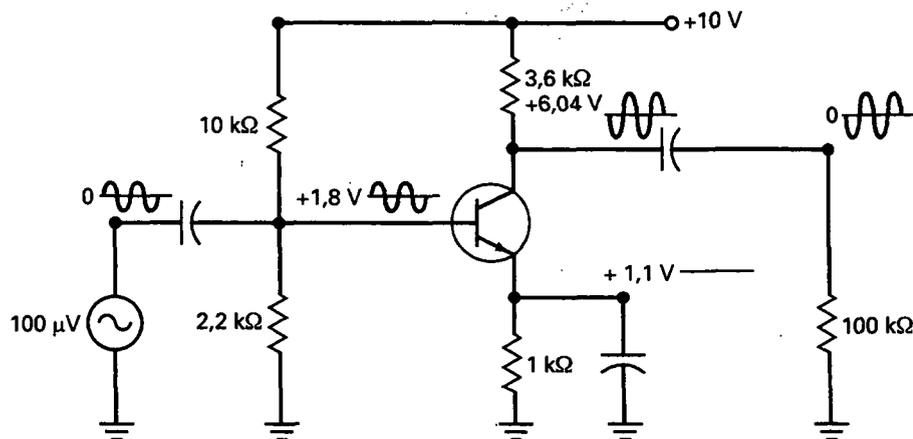

Figura 9-7. Amplificador PDT y formas de onda.
La Figura 9-7 muestra un *amplificador con polarización por divisor de tensión* (PDT). Para calcular las tensiones y corrientes continuas se abren mentalmente todos los condensadores. Después, el circuito del transistor se simplifica al circuito PDT analizado en el Capítulo 8. Los valores de continua para este circuito son:
En la Figura 9-7, la tensión de la fuente de señal es $100 \mu\text{V}$. Esta tensión se acopla a la base. A causa del condensador de desacoplo, toda esta tensión alterna aparece en el diodo base-emisor. La corriente alterna de la base produce entonces una tensión alterna de colector amplificada, como se describió previamente.
Fíjese en las formas de onda de la tensión de la Figura 9-7. La tensión de la fuente de señal es una tensión sinusoidal pequeña con un valor medio de cero. La tensión de la base es una tensión alterna superpuesta a una tensión continua de $+1,8 \text{ V}$. La tensión de colector es la tensión alterna amplificada e invertida superpuesta a la tensión continua de colector de $+6,04 \text{ V}$. La tensión en la carga es la misma que la tensión de colector, excepto que tiene un valor medio de cero.
El amplificador PDT de la Figura 9-7 es la forma estándar de construir un amplificador a transistores discreto. *Discreto* significa que todos los componentes, como resistencias, condensadores y transistores se insertan y conectan individualmente para obtener el circuito final. Un *circuito discreto* se diferencia de un *circuito integrado (IC)* en que todos los componentes se crean y conectan simultáneamente en un *chip*, un pedazo de material semiconductor. En capítulos posteriores se explicará *el amplificador operacional*, un amplificador en circuito integrado que produce ganancias de tensión mayores que 100.000.